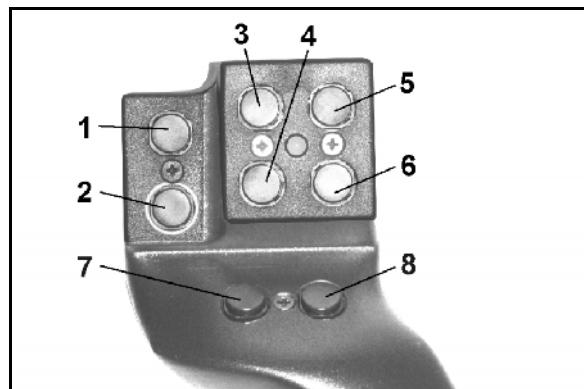

Fig. 69
Ved betjening av **AMATRON⁺** har multifunksjonsspaken (Fig. 69) 8 taster (1 - 8) til disposisjon. I tillegg kan man ved hjelp av bryteren (Fig. 70/2) endre konfigurasjon av tastene i tre ulike modi.
- midtstilling (Fig. 69/A) og kan stilles
- oppover (Fig. 69/B) eller
- nedover (Fig. 69/C).
Bryterstillingen vises i form av en LED-lampe (Fig. 69/1) angezeigt.